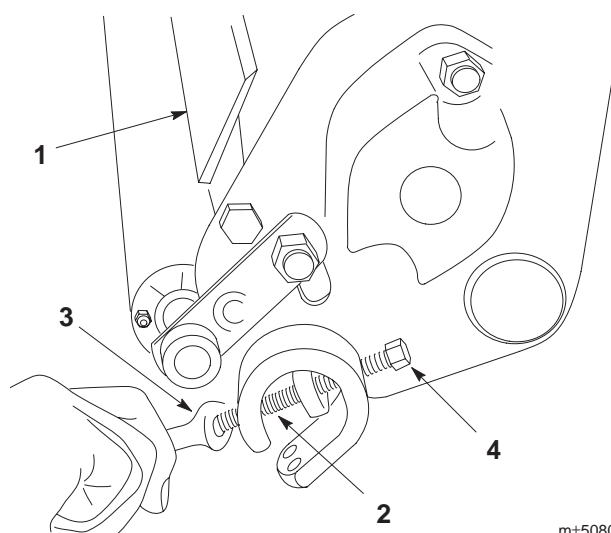
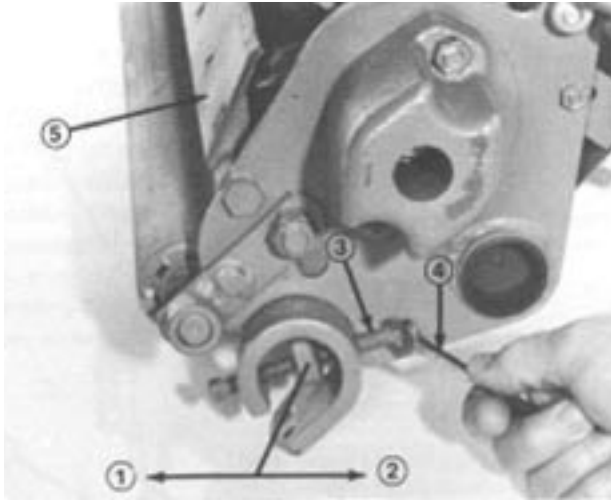

図 2
図 3
1. カッティングユニット左右にある下側調整ネジ (図 2) をゆるめ、上側調整ネジを締める。これによりベッドナイフはリールに近づく (図 3) 。
2 . 調整ができればカッティングユニットの左右で上下の調整ネジがきっちりと締まっていることを確認する (図 2 , 図 3) 。